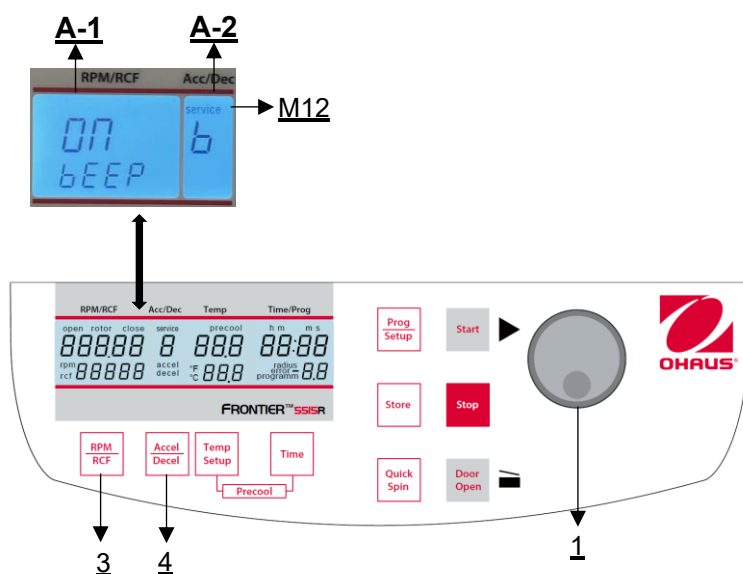

Figura 34
Procedere come descritto al punto 4.1.1 per entrare in questa modalità di programma e poi premere il tasto **"Accel/Decel"** (4). Sul display **"Acc/Dec"** (A-2) lampeggia la parola **"Service"** (M12). Selezionare ora la lettera **"b"** con il bottone di regolazione (1). Di conseguenza, sul display **"RPM | RCF"** (A-1) appare la scritta **"ON/BEEP"**. Dopo aver premuto il tasto **"RPM | RCF"** (3), è possibile attivare o disattivare il suono della tastiera con la manopola di regolazione (1) (vedere **figura 34**).